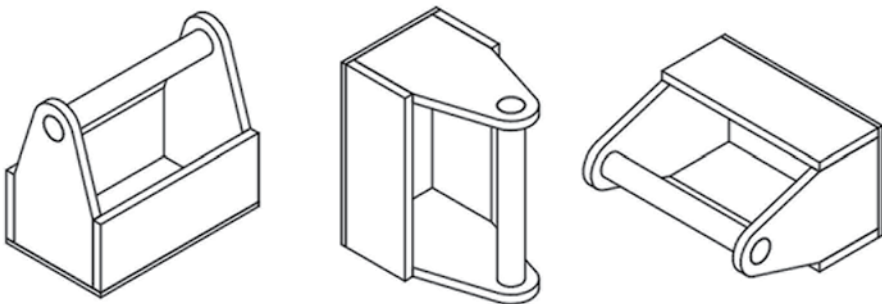

Рис. 68. Технические рисунки деревянного ящика в разных проекциях
- у** 1. Рассмотрите технические рисунки деревянного ящика (рис. 68). Расположите ящик перед собой так, как показано на этих рисунках.